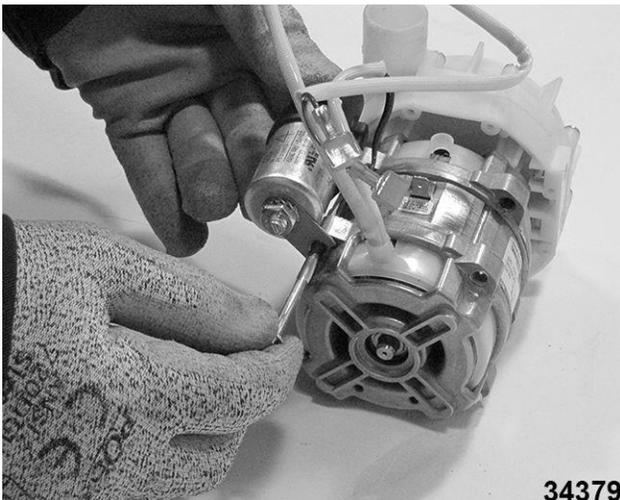

Fig. 128
- B. Mueva el condensador al lado de salida de la bomba y vuelva a instalar dos tornillos. Fig. 128